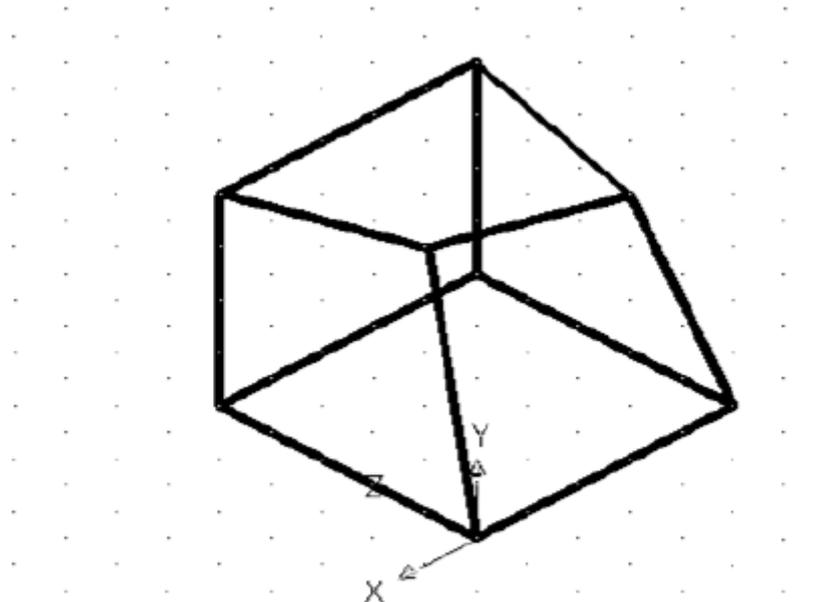

Рис.8. Ортогональный вид детали
**Задание 3.** Построить ортогональный вид детали (Рис.8).